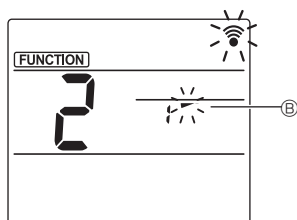

Fig. 3-3
- ③ Настройка угла дефлектора (Fig. 3-3). Нажимайте кнопки [↑] [↓] для выбора угла дефлектора ②. Направьте беспроводной пульт дистанционного управления на приемник сигнала на внутреннем блоке и нажмите кнопку [SET].